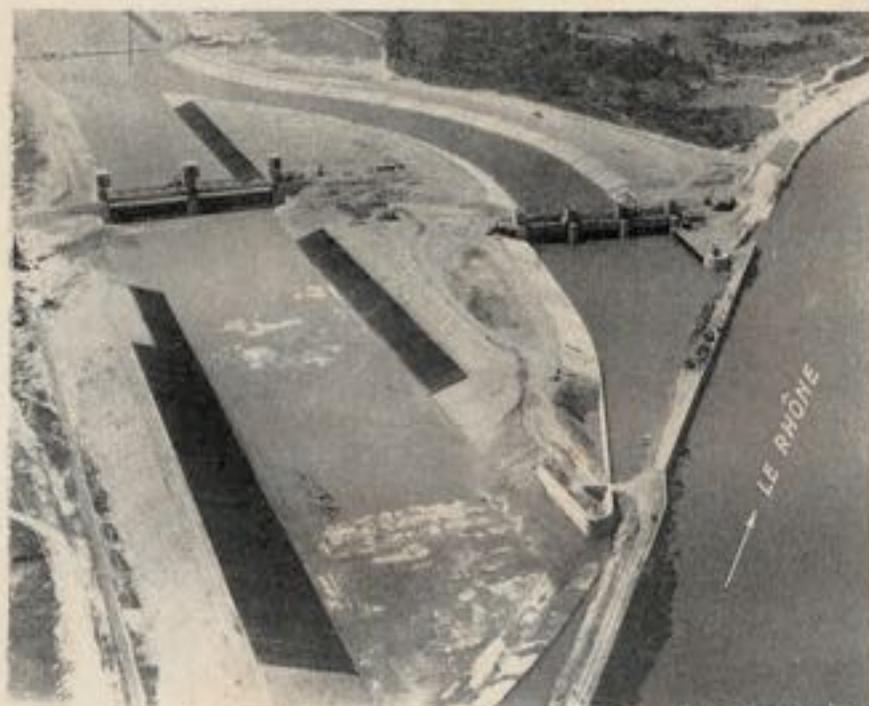

Fig. 8. — Vue aérienne des ouvrages d'entrées.
Ces deux passes se réunissent en un canal unique à 1 km de l'entrée (fig. 2 et 8). Le niveau de la retenue étant à 4 m au-dessous des plus grandes crues, il était nécessaire de prévoir sur ces entrées des ouvrages de garde (1). Le barrage de la passe navigable comporte deux vannes segments de 45 m de portée et de 7 m de hauteur. Ces vannes sont analogues à la grande vanne du barrage de retenue, mais plus simples (fig. 8 et 9).